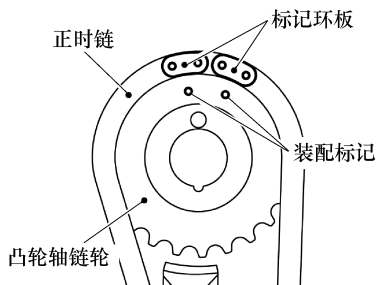

图 4-31 对齐凸轮轴链轮装配标记
4) 将标记环板与凸轮轴链轮装配标记对齐,如图 4-31 所示。